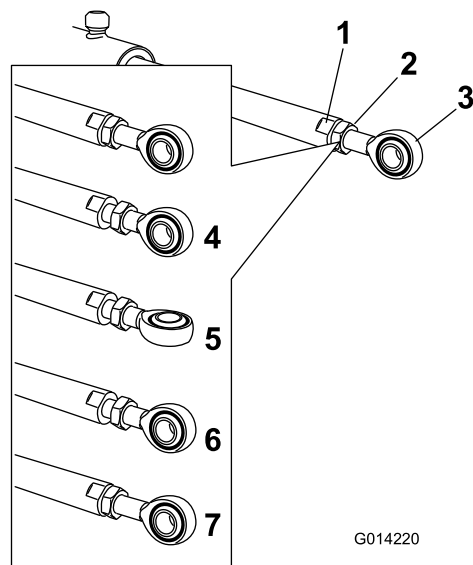

Figure 114
5. Placez une clé sur les méplats de la tige de vérin pour l'immobiliser, puis desserrez l'écrou de blocage pour pouvoir ajuster la tige à œillet (Figure 114).
6. Tournez la tige à œillet dans la tige du vérin pour raccourcir ou allonger le vérin déployé à la position voulue (Figure 114).